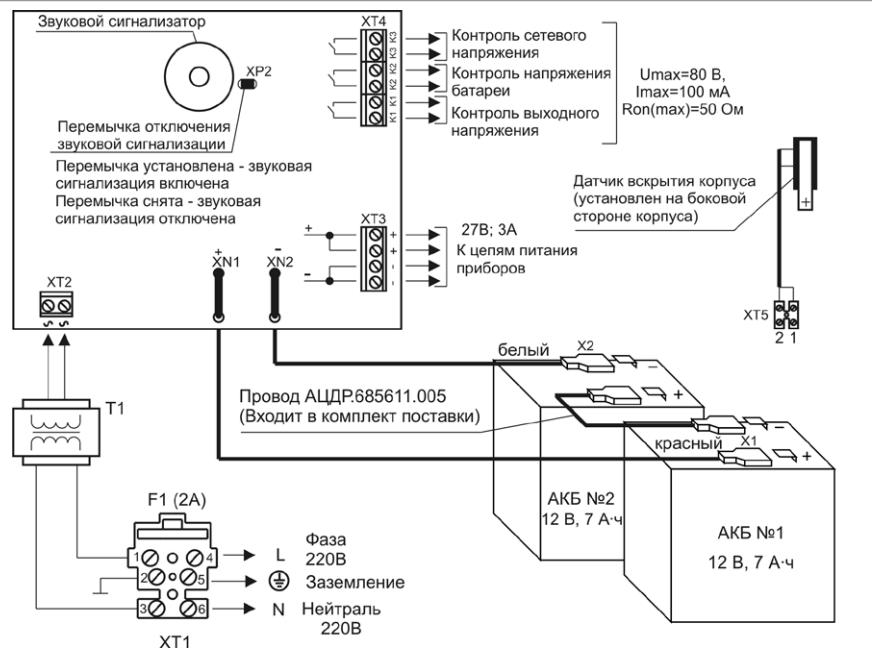

Рисунок 9. Схема подключения РИП-24 исп.01П
1.6. Схемы подключения РИП-24 исп.01П и РИП-24 исп.02П приведены на рис. 9 и 10 соответственно.
- 1.14. Проверьте правильность произведённого монтажа в соответствии со схемой подключения (Рис. 9, 10).
- 2.10. Отключите обе АКБ от платы РИП, отсоединив контакты X1, X2 от клемм АКБ (см. рис. 9 и 10).